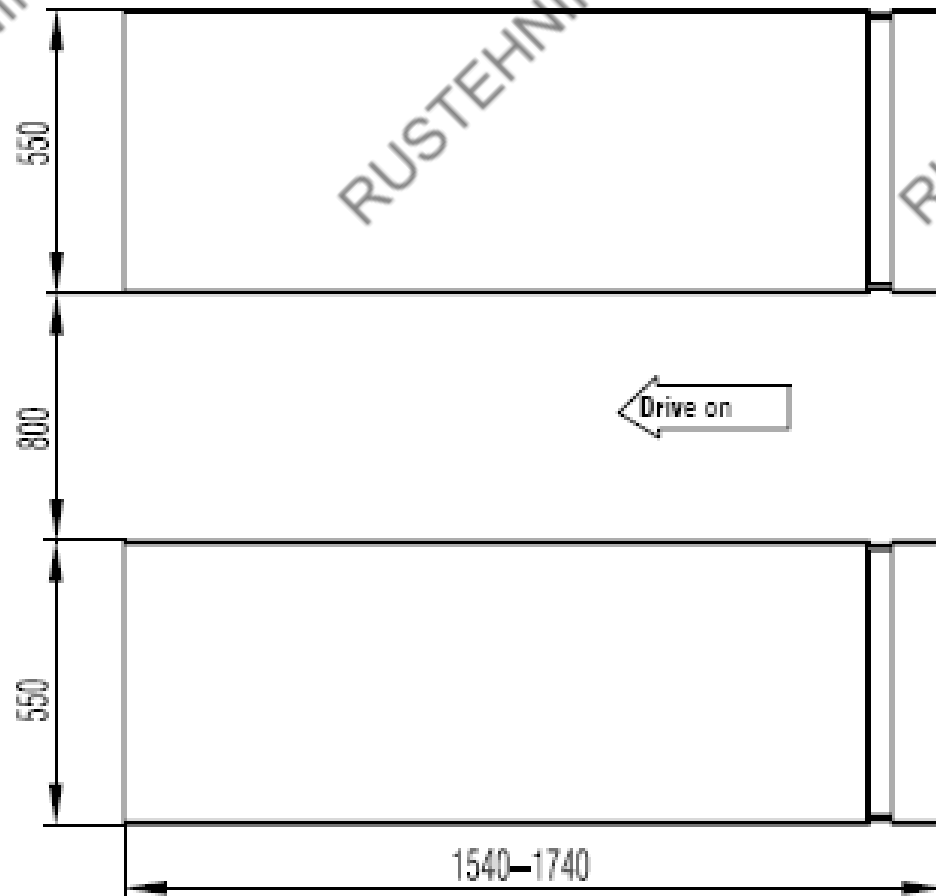

Рис.2
5.1 Габариты и основные технические характеристики (см. Рис. 2)